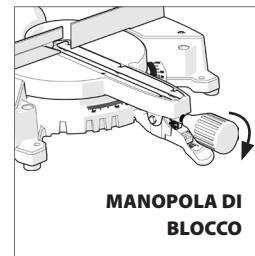

Fig. 3b
- Ruotare la manopola di blocco dell'inclinazione in senso orario per impegnare ed estrarre la manopola nel meccanismo di blocco (**Fig. 3b**).